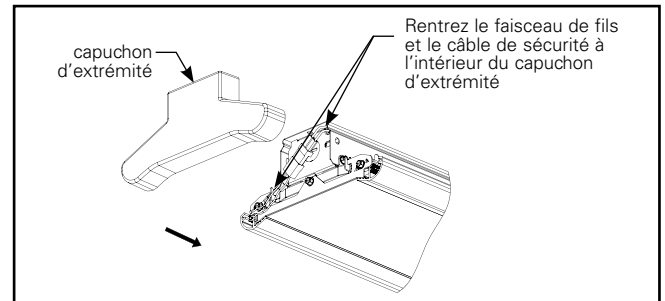
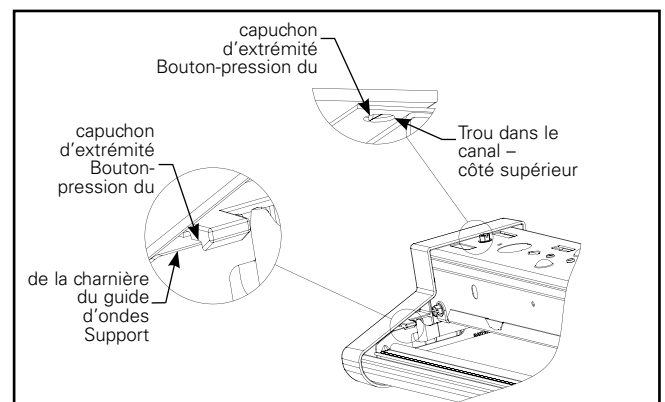

Figure 7.1.
Figure 7.2.
- A. Installez le capuchon d'extrémité sur le luminaire (figure 7.1). Rentrez les faisceaux de fils et le câble de sécurité à l'intérieur pendant l'installation. Les boutons-pression du capuchon d'extrémité (3 endroits) doivent s'engager complètement dans le support en métal. Engagez le haut d'abord suivi des 2 boutons-pression latéraux (figure 7.2).